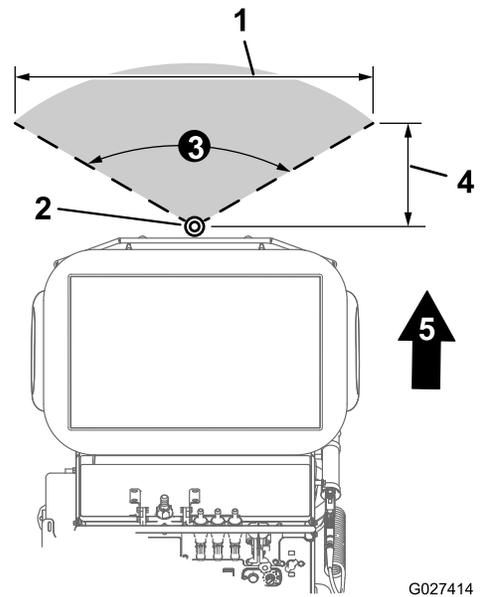

Figure 36
- La pulvérisation étroite (Figure 36) de la machine a une largeur de **122 cm (48 po)**.